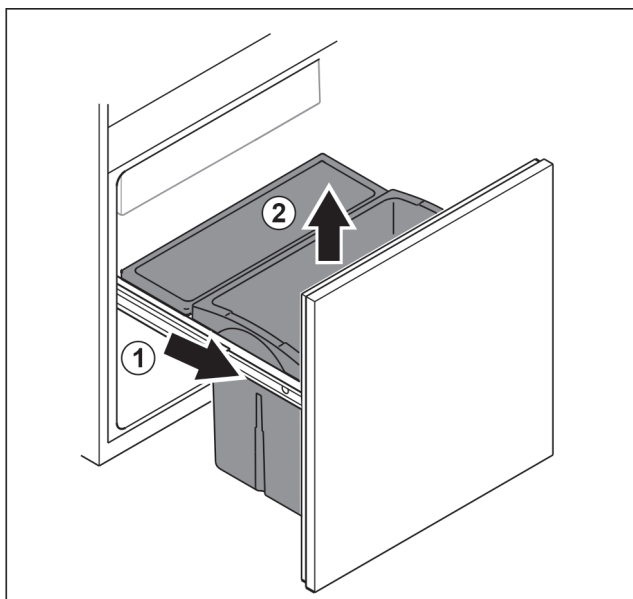

Fig. 105
- ▶ Вытяните выдвижную тележку до упора. Fig. 105 (1)
- ▶ Извлеките выдвижной ящик движением вверх. Fig. 105 (2)